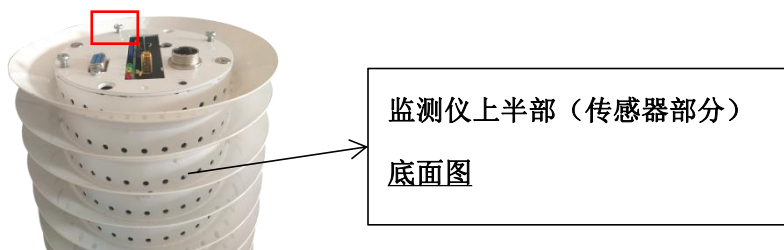
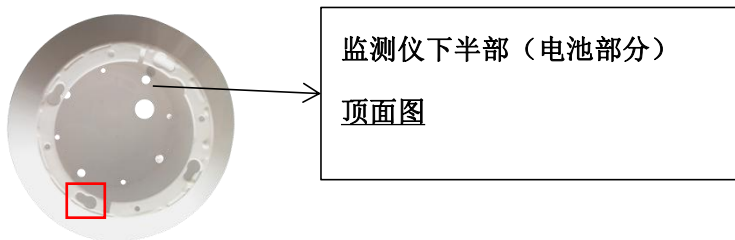
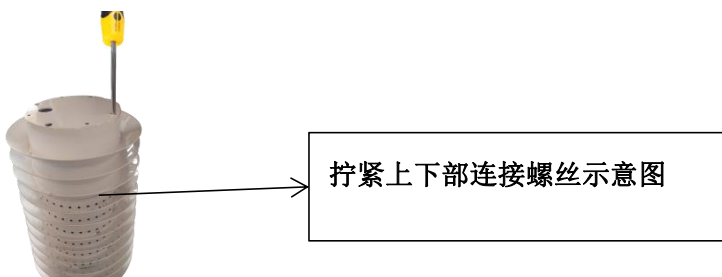

图 2
图 4
图 5
- ①在图 2 中旋入几个螺丝，注意不要拧紧，留有一定距离，如图 2 红框中所示位置。
- ②将图 4 与图 2 旋入的螺丝契合，从红框所示位置中的大圆进入，旋转至小圆，然后从图 4 底面将上下部连接的螺丝拧紧，如图 5 所示。